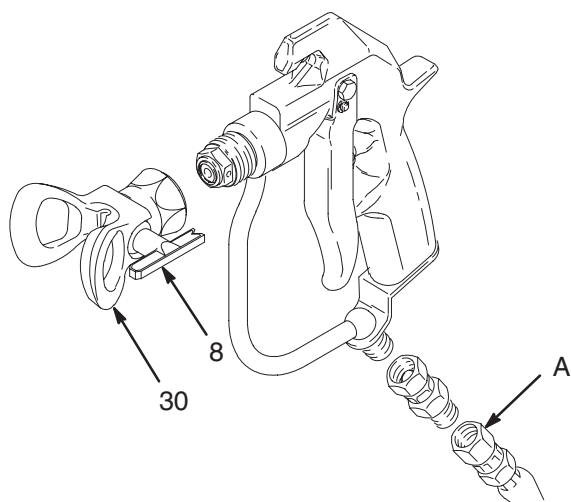

Fig. 2 04731
1. Koppla en elektriskt ledande vätskeslang (A) till intaget på pistolen. Se Fig. 2.
4. Montera SwitchTip-munstycket (8) och munstycksskyddet (30). Följ anvisningarna i medlevererad handbok. Se Fig. 2.